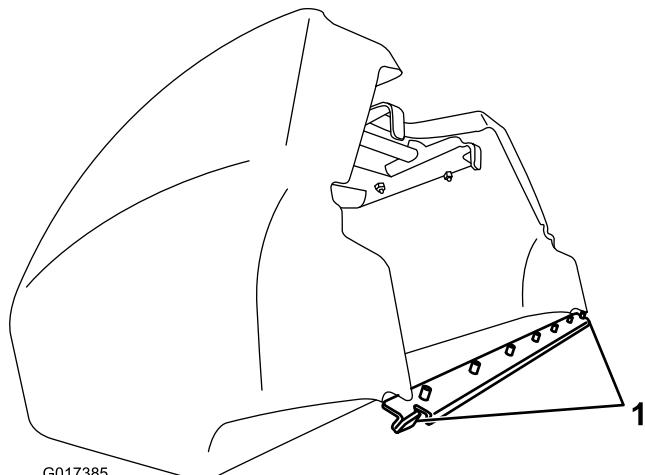

図 18
**重要** もしバスケットを落としてしまった場合には、バスケットの下側リップにあるピッチアームの接触点（図 18）が破損していないか点検してください。曲がっている場合には真っ直ぐに直してから使用してください。ピッチアームが曲がったままの状態でバスケットを使用するとリールを破損させる恐れがあります。